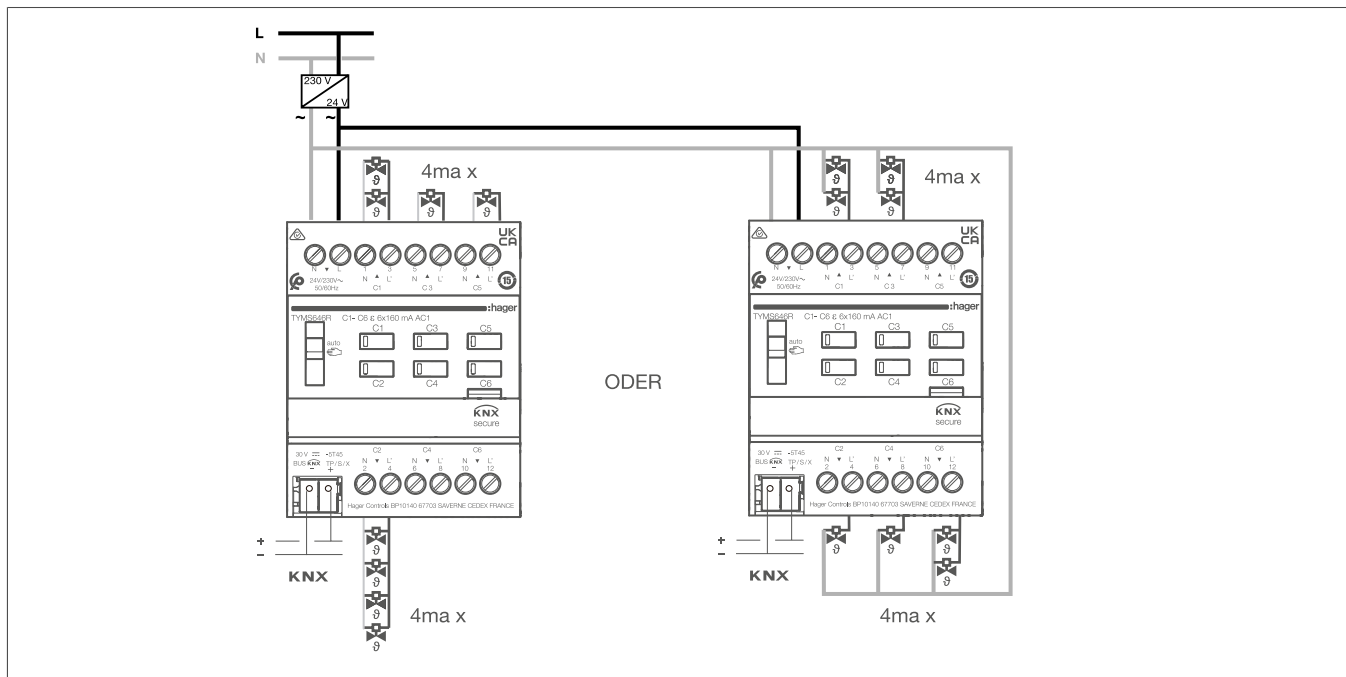

Fig. 8: Schema di collegamento per elettrovalvole — con alimentazione a 24 V~
- Collegare la tensione di rete a 24 V AC secondo lo schema di collegamento (Fig. 8).
- Collegare le elettrovalvole secondo lo schema di collegamento (Fig. 8).